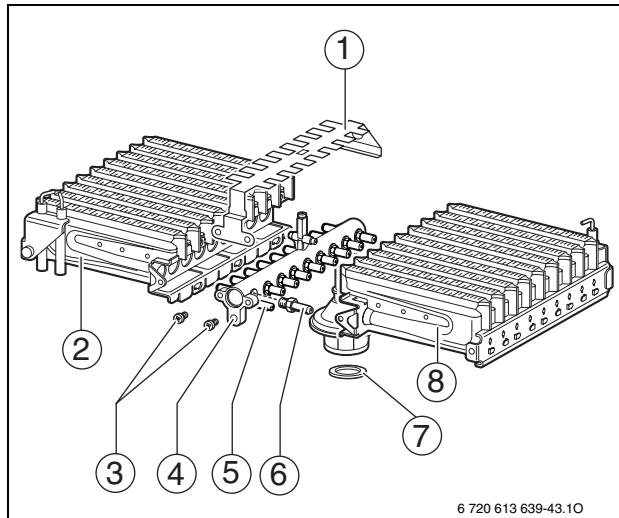

Рис. 37
- ▶ Демонтировать горелку (→ рис. 37, поз. 2 и 8 /→ глава 12.2.1).
- ▶ Заменить форсунки (6).
- ▶ Установить горелку (→ рис. 37, поз. 2 и 8).